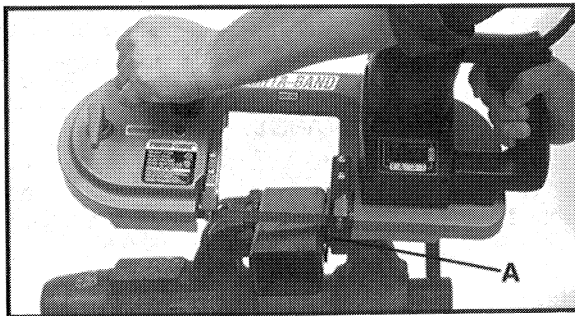

Fig. 4
3. Agarre la sierra según la ilustración de la Fig. 4, con el tope de trabajo (A) tocando la pieza en elaboración y sin que los dientes la toquen.